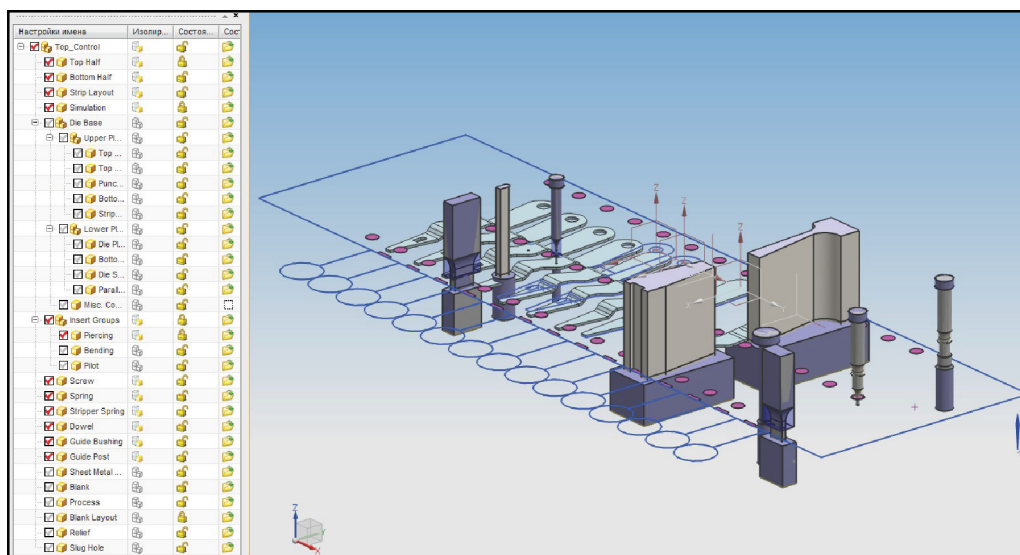

Рис. 8.20. Отображение инструмента пробивных операций
1. Для удобства отображения скройте компоненты пакета штампа, сняв галочки напротив компонента *Die Base* в окне **Управление видами**. Сделайте видимыми пробивные матрицы, поставив галочки напротив компонента *Piercing* под сборки *Insert Group*. Результат представлен на рис.8.20.